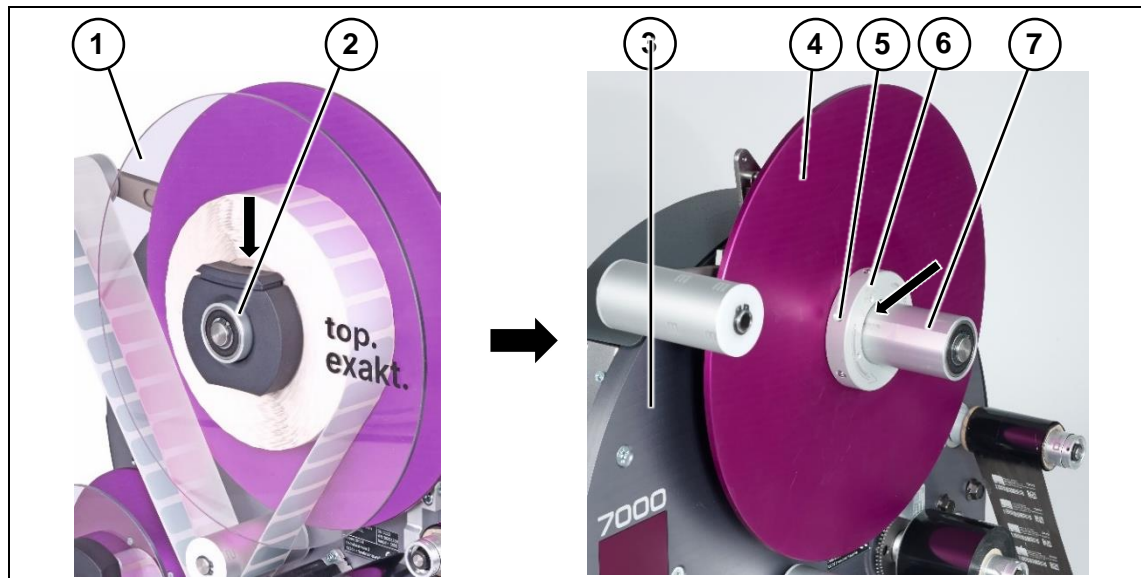
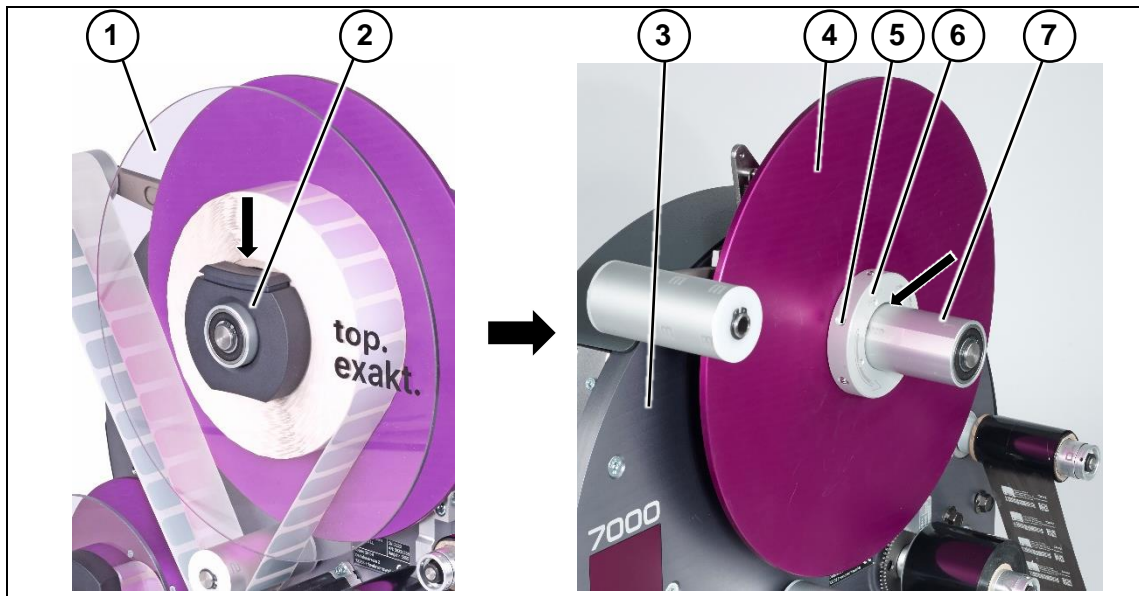

Abbildung 27 Etikettenabspulung
Abbildung 30 Etikettenabspulung
- 1 Entfernen Sie die die Bordscheibe (Abbildung 27, Pos.1) der Etikettenabspulung indem Sie den Klemmring (Abbildung 27, Pos.2) gedrückt halten.
- 2 Messen Sie den Abstand zwischen der Grundplatte (Abbildung 27, Pos.3) und der Anschlagsscheibe (Abbildung 27, Pos.4). Notieren Sie sich den Messwert. Oder zeichnen Sie die Lage des Stellringes (Abbildung 27, Pos.6) auf der Abspulrolle (Abbildung 27, Pos.7) an (siehe Pfeil).
- 3 Lösen Sie die Schrauben (Abbildung 27, Pos.5) am Stellring (Abbildung 27, Pos.6).
- 4 Ziehen Sie die Anschlagsscheibe (Abbildung 27, Pos.4) und den Stellring (Abbildung 27, Pos.6) von der Abspulrolle (Abbildung 27, Pos.7) ab.
- 7 Ziehen Sie den Bremsriemen um die Abspulrolle (Abbildung 27, Pos.7) herum.
- 12 Setzen Sie die Anschlagscheibe (Abbildung 27, Pos.4) auf die Abspulrolle (Abbildung 27, Pos.7). Beachten Sie die richtige Position, wie unter Punkt 2 beschrieben.
- 13 Setzen Sie den Stellring (Abbildung 27, Pos.6) auf die Abspulrolle (Abbildung 27, Pos.7) und befestigen diese mit den Schrauben (Abbildung 27, Pos.6).
- 14 Setzen Sie die Bordscheibe (Abbildung 27, Pos.1) auf die Abspulrolle (Abbildung 27, Pos.7) indem Sie den Klemmring (Abbildung 27, Pos.2) gedrückt halten.
- 1 Entfernen Sie die die Bordscheibe (Abbildung 30, Pos.1) der Etikettabspulung indem Sie den Klemmring (Abbildung 30, Pos.2) gedrückt halten.
- 2 Messen Sie den Abstand zwischen der Grundplatte (Abbildung 27, Pos.3) und der Anschlagscheibe (Abbildung 30, Pos.4). Notieren Sie sich den Messwert. Oder zeichnen Sie die Lage des Stellringes (Abbildung 30, Pos.6) auf der Abspulrolle (Abbildung 30, Pos.7) an (siehe Pfeil).
- 3 Lösen Sie die Schrauben (Abbildung 30, Pos.6) am Stellring (Abbildung 30, Pos.7).
- 4 Ziehen Sie die Anschlagscheibe (Abbildung 30, Pos.4) und den Stellring (Abbildung 30, Pos.7) von der Abspulrolle (Abbildung 30, Pos.7) ab.